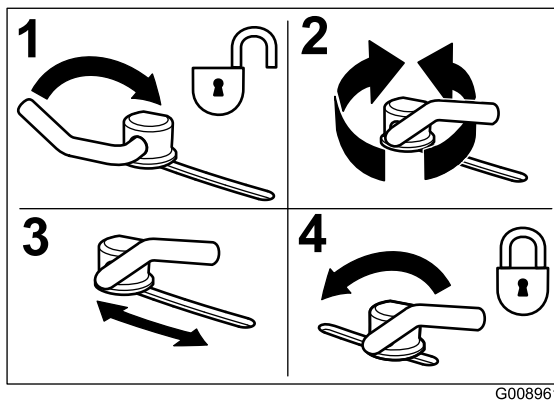

Bild 15
1. Wenn Sie die Haltenocken einstellen möchten, schieben Sie den Hebel nach oben und lösen Sie die Haltenocke (Bild 15).
3. Schieben Sie den Hebel zurück, um das Ablenkblech und die Haltenocken festzuziehen (Bild 15).